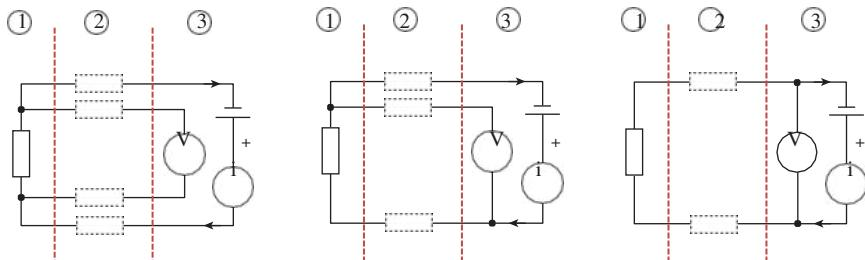

Рисунок 4.2
Сопротивление датчика Pt-100 измерено путем поставки небольшого течения (типично в следующем порядке в 1 мА) через датчик, и путем измерения падения напряжения тока, сопротивление можно высчитать. Как инструмент (3), который измеряет напряжение часто на некотором расстоянии от датчика (1), соединительные кабели (2) также будут влиять на результат (рис. 4.2). Если используются два провода, сопротивление кабеля будет просто добавлено к температуре. При использовании грубого медного кабеля 0,75 мм2, погрешность измерения составляет около 0,1 °C на метр.